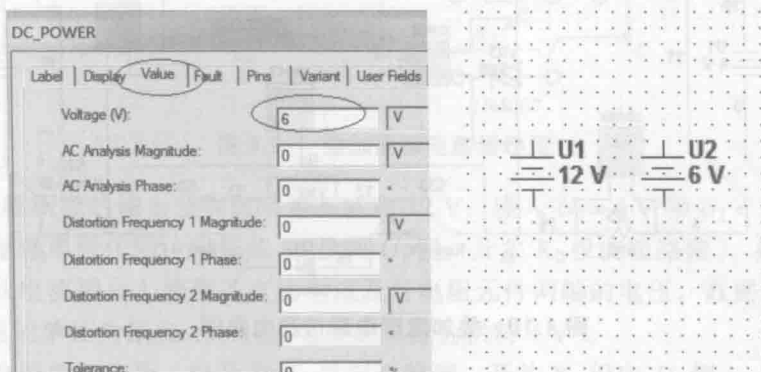

图 1.13 改变电压值
用鼠标双击 V2 电源, 同样在选项卡上点击 Label, 在 RefDes 下方方框中把 V2 改为 U2, 选项卡点击 Value, Voltage (V) 右边方框中把 12 改为 6, 如图 1.13 所示, 然后点击 OK 按钮, 就可把电源 V2 的名称改为 U2, 电压值改为 6 V。其他元件编辑方法类似。